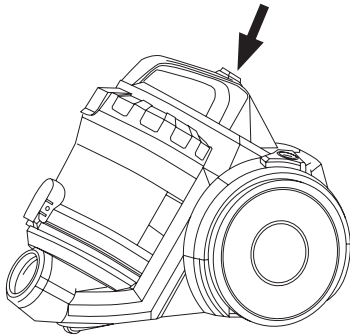

Fig.4
- Abrir la tapa superior del depósito de polvo. (Fig.4).